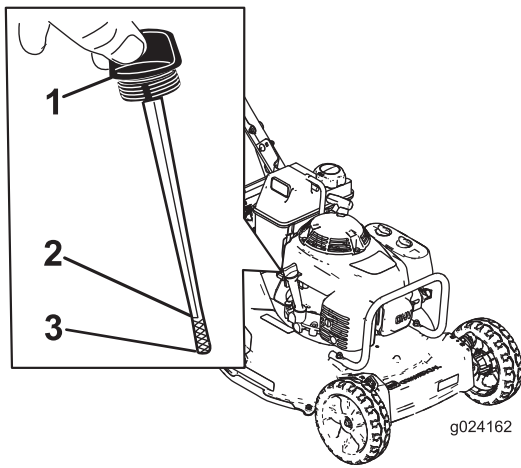

Bild 7
Stellen Sie vor jedem Einsatz sicher, dass der Ölstand zwischen den Markierungen „Add (Nachfüllen)“ und „Full (Voll)“ am Peilstab liegt (Bild 7).
2. Reinigen Sie den Bereich um den Peilstab (Bild 7).